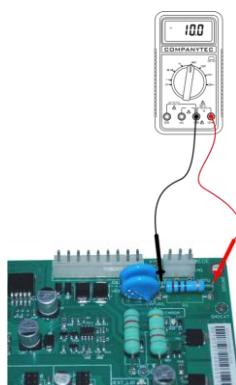

Figura 7
- 3.2. **Resistor:** Selecione a escala de 200 ohms meça o Resistor VR1, conforme figura 7. Deverá haver uma resistência de 10 ohms. Se apresentar uma resistência infinita o Resistor deve ser substituído.